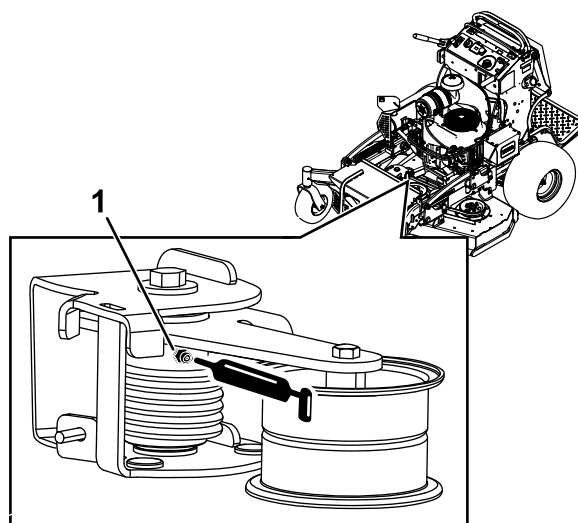

Figure 46
3. Graissez le ressort de torsion sur le plateau de coupe au moyen d'une graisse haute température, au niveau du graisseur montré à la Figure 46.